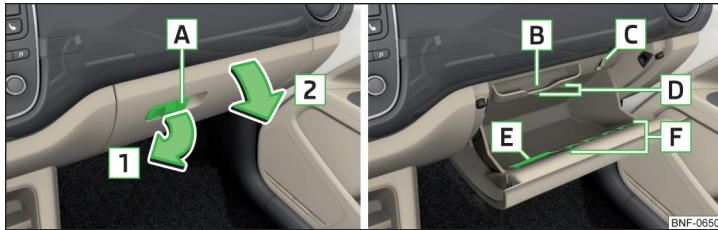

Fig. 68 Deschiderea compartimentului de depozitare/spațiul interior al compartimentului de depozitare
Compartimentul de depozitare » fig. 68
- » Dacă în mânerul de deschidere » fig. 68 se găsește un cârlig rabatabil » fig. 69 la pagina 60, îndepărtați de pe acesta bagajele agățate.